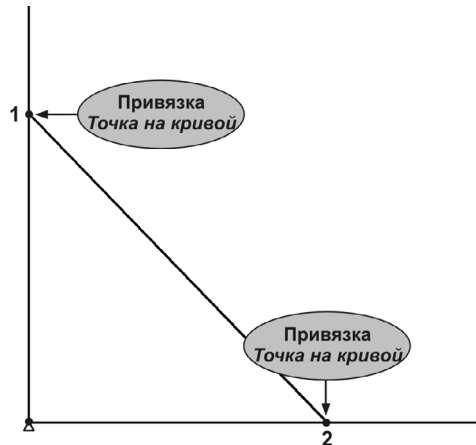

Рис. 59.14.
4. Постройте наклонный отрезок. Начальную точку этого отрезка зафиксируйте в произвольной точке вертикального отрезка, используя привязку **Точка на кривой**. Конечную точку зафиксируйте аналогичным образом на горизонтальном отрезке (рис. 59.14).